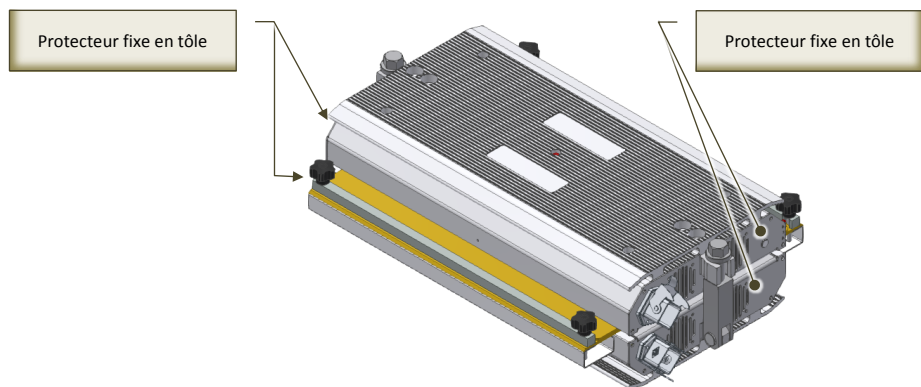

Fig. 7.3-1 - Protecteurs fixes pour la protection des ventilateurs de refroidissement
- Vous trouverez ci-après la typologie des protecteurs utilisés sur la machine : **Protecteur fixe** - protecteur maintenu en position (donc fermée) de manière permanente (par soudure, etc.) ou au moyen d'éléments de fixation (vis, écrous, etc.) qui en rend le retrait/l'ouverture impossible sans l'utilisation d'outils Fig. 7.3-1).